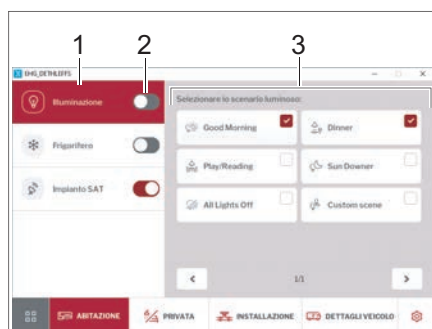

Fig. 256 Illuminazione
- Accendere o spegnere l'illuminazione con l'interruttore a scorrimento (Fig. 256,2).
- Digitare il pulsante *Illuminazione* (Fig. 256,1).
Selezionare la scena di luce sul pannello di comando (Fig. 256,3).